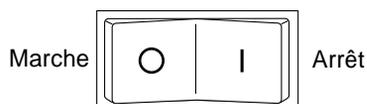

**FIGURE 2-2** Commutateur de marche/arrêt et connecteur du cordon d'alimentation
**4. Branchez les cordons d'alimentation dans les connecteurs correspondants (FIGURE 2-2).**